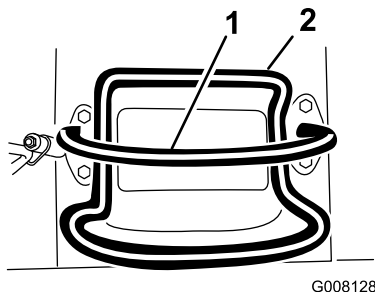

Рисунок 6
- Для остановки машины отпустите регулятор тягового усилия (Рисунок 6).